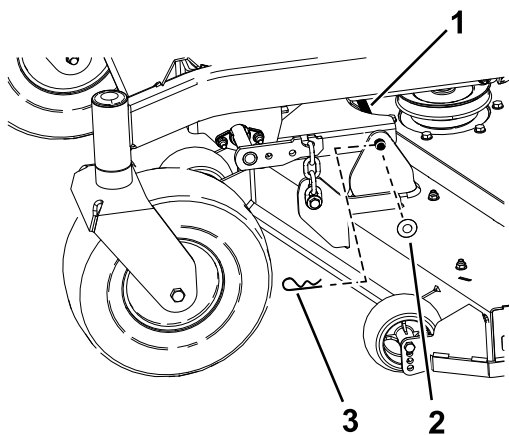

Figura 75
6. Rimuovete la coppiglia e la rondella che fissano il perno d'attacco al telaio e al piatto e rimuovete la barra d'attacco (Figura 75).
9. Fissate il perno d'attacco con le coppiglie e le rondelle rimosse in precedenza (Figura 75).